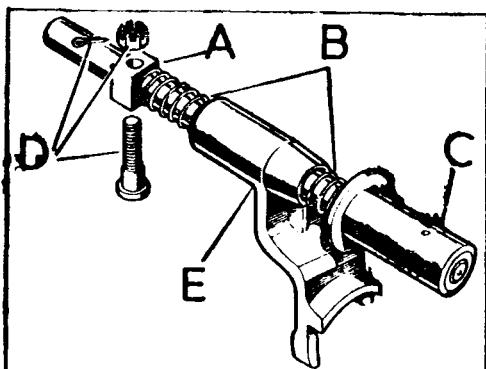

Fig. C-62 Barra corredera para tracción total
3.3.1. Situar los muelles, B (Fig. C-62) y horquilla, E, en la barra, teniendo en cuenta que ambos muelles son idénticos y por tanto intercambiables.